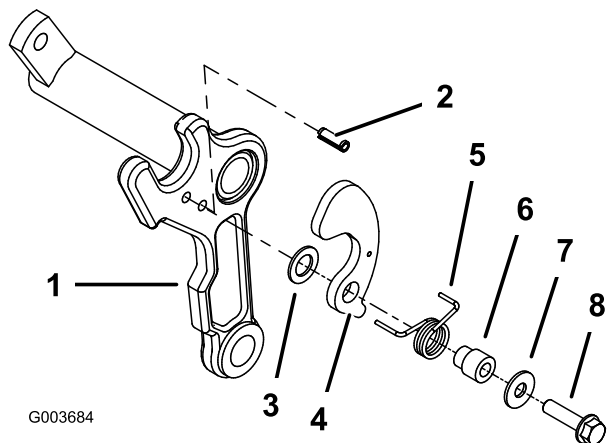

Figura 6
- Instale un pasador cilíndrico en el taladro inferior del lado correspondiente del bastidor de tiro de cada unidad de corte (Figura 6).
- En el lado del bastidor de tiro en que se instaló el pasador cilíndrico, monte una arandela de plástico, un soporte del recogedor, un muelle de torsión, un collar del recogedor, una arandela plana (0,344 x 0,875) y un perno (5/16 x 1-1/4 pulgada) (Figura 6). Posicione la pata más larga del muelle alrededor del borde delantero del bastidor de tiro, e inserte la parte trasera, más corta, del muelle en el taladro del soporte del recogedor.